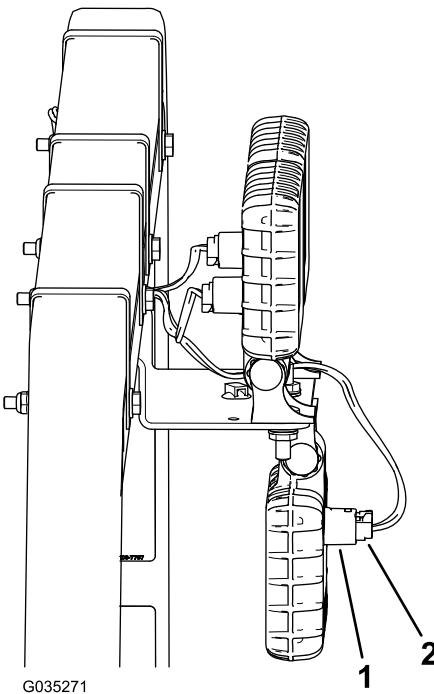

图6
4. 将 3 个线束接头连接至 3 个 LED 工作灯的 3 个开口 (图6)。